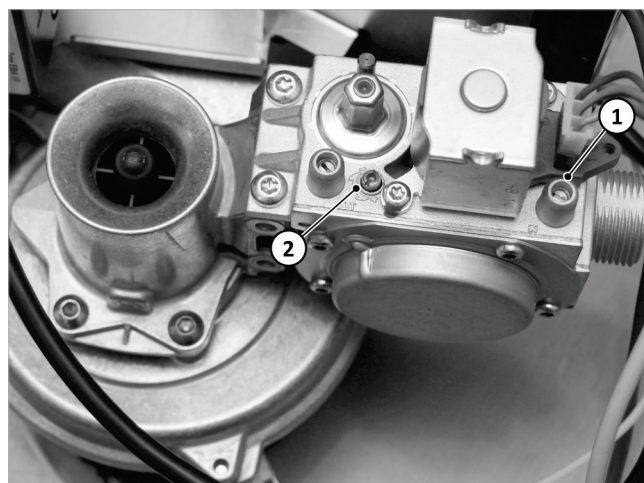

Fig. 97: Ajuste del quemador
- Para comprobar la presión dinámica del gas con el quemador en marcha se debe utilizar la conexión de medición → fig. 97 (1).